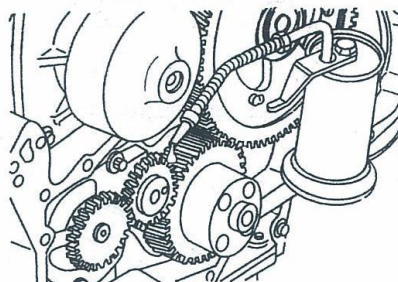
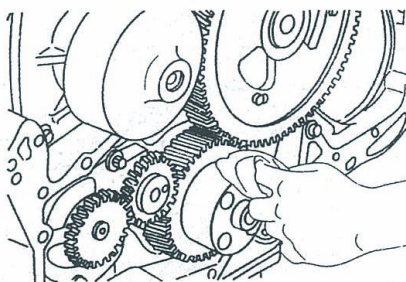

图 1-400 用机油润滑齿轮系统
图 1-401 清理干净曲轴前端密封面
13) 用机油润滑齿轮系统, 见图 1-400; 清理干净曲轴前端密封面, 见图 1-401。